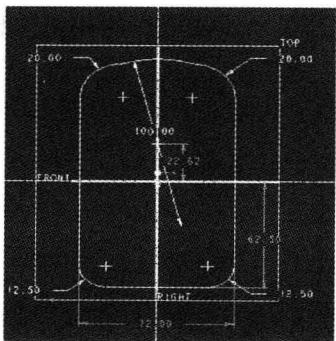

图 1-4 前盖草绘
2) 单击图标，选取草绘平面，进入草绘编辑状态，按图 1-4 所示图样绘制。